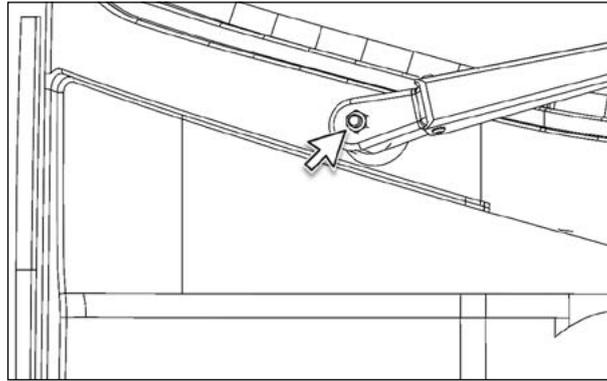

Figura 5-8-7
4. Remova a porca, desparafuse o parafuso, conforme mostrado na *Figura 5-8-7*.